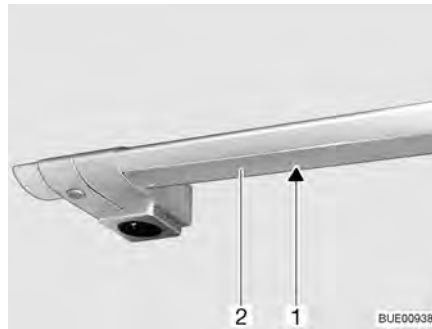

Fig. 211 Eclairage de la cuisine
- Exercer une légère pression sur le couvercle (Fig. 211,2) avec les deux mains et le tirer vers le bas. Commencer toujours à tirer l'extrémité gauche ou l'extrémité droite.
- Retirer l'ampoule halogène (Fig. 211,1).